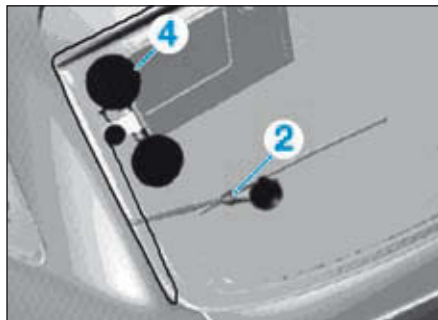

FIG.35
- Déplacer l'enrouleur (4) et l'alène (2) de guidage comme indiqué et dégager la zone du montant D (Fig.35).